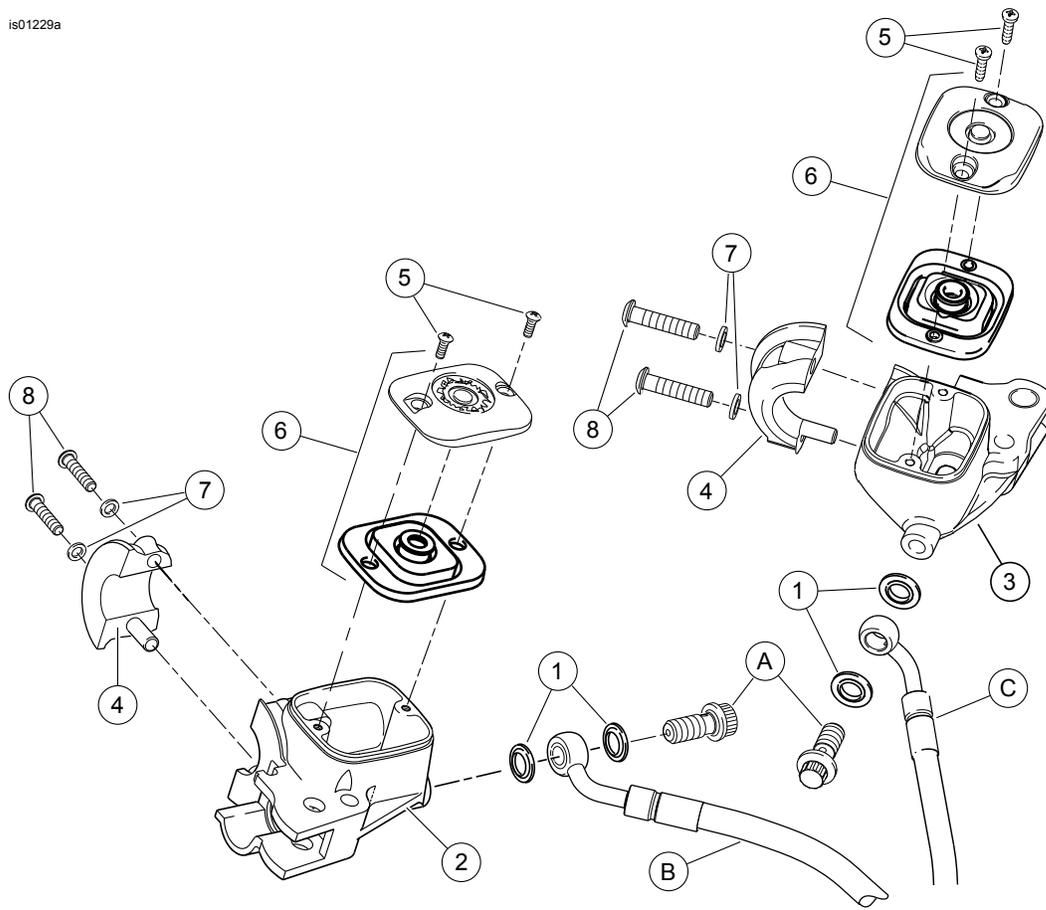

Figure 11. Pièces de rechange : Kit de réservoir de maître-cylindre chromé
- Voir Figure 11. Prendre le nouveau boîtier de maître-cylindre de frein/réservoir (2) du kit. Nettoyer le nouveau boîtier de maître-cylindre, le couvercle et le joint de couvercle avec de l'alcool dénaturé ou la qualité de liquide de frein spécifiée dans le manuel d'entretien. Remplacer si nécessaire. Ne pas mettre en contact avec de l'huile minérale ou d'autres solvants. Sécher avec un chiffon propre et non pelucheux.
6. Voir Figure 11. Aligner les trous situés dans la bride de guidon (4) sur ceux de l'ensemble de maître-cylindre et amorcer les vis (8) avec leurs rondelles plates (7). Positionner le guidon de façon à offrir le plus de confort possible au conducteur. En commençant par la vis du dessus, serrer les vis.
8. Voir Figure 11. Prendre le boulon banjo et deux **nouvelles** rondelles en acier/caoutchouc (1) du kit. Poser la conduite hydraulique sur l'ensemble de maître-cylindre à l'aide du boulon banjo avec la rondelle orientée de chaque côté de la conduite. Serrer le boulon banjo.
Voir Figure 11 et Tableau 1.